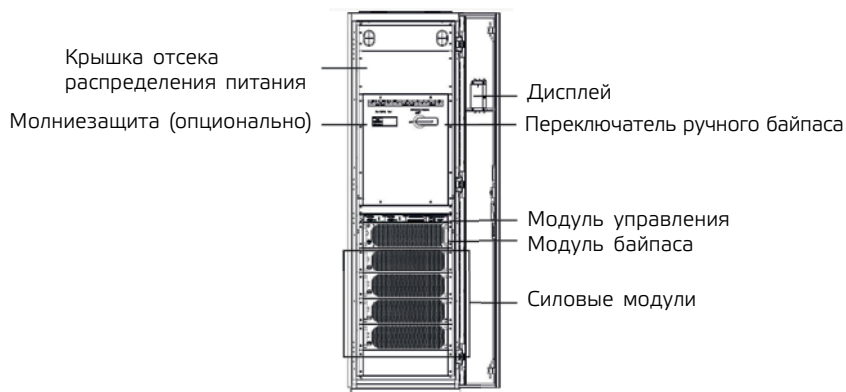

Рис. 1-4 Структура ИБП 200 кВА (стандартная)
1. Стандартная конфигурация ИБП мощностью 200 кВА показана на рис. 1-4. Передняя дверца ИБП открыта.